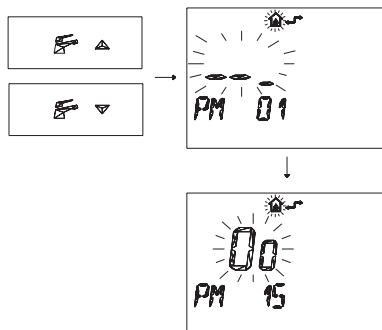

Fig. 5.30 Remoto
- 3 Apriete los botones **⬅️** y **⬆️** para visualizar la programación "PM 15" habilitación de la sonda externa (Fig. 5.30)